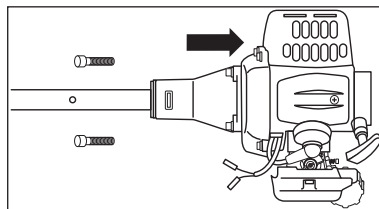

рис. 8
9. Установите штангу в сборе на двигатель, используя четыре винта (рис. 8). При этом выходной вал редуктора и бензобак должны располагаться с одной стороны.